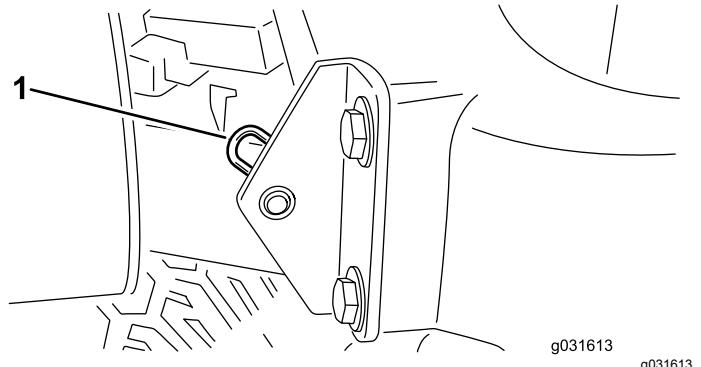

Bild 63
2. Entfernen Sie den Splint, mit dem das Gelenk der Motorhaube an den Befestigungshalterungen befestigt ist (Bild 63).